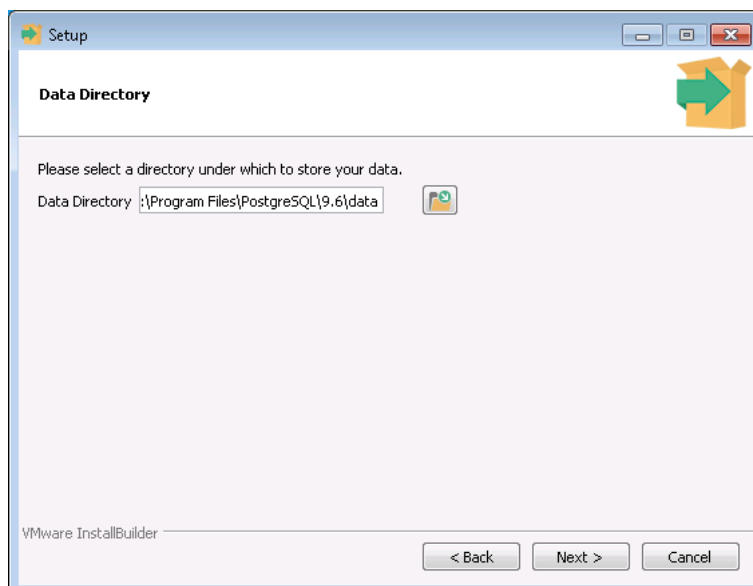

Рисунок 6.5 — Выбор папки для сохранения Ваших данных
3. Выберите папку для сохранения данных и нажмите кнопку *Next* (см. рисунок 6.5).